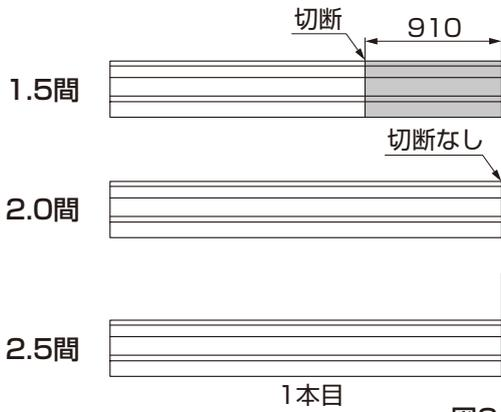

図8-5
- ① 図8-5を参照して垂木掛けスペーサーを切断してください。